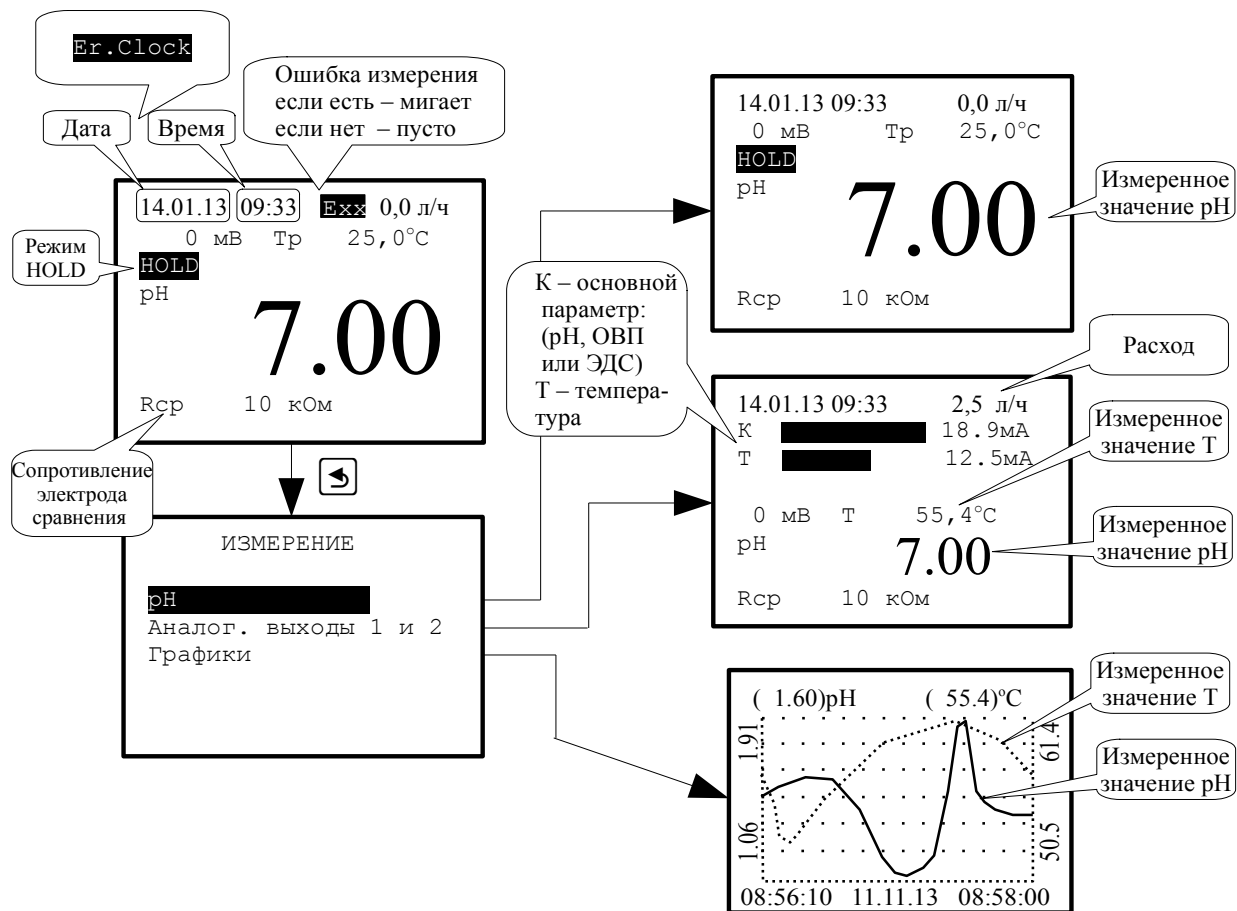

Рисунок 3 - Варианты отображения измеренных параметров
3.3.1.9 **Аналог. выходы 1 и 2** - отображение аналоговых выходных сигналов в виде шкалы, а результатов измерения в цифровом виде, смотри(Рисунок 3).
При включенном измерении R_{cp} его значение выводится на экран одновременно с отображением других параметров (смотри Рисунок 3). При этом если сопротивление R_{cp} становится больше 21 кОм, это считается ошибкой измерения и включается реле №2 (смотри п. 3.3.4.4).